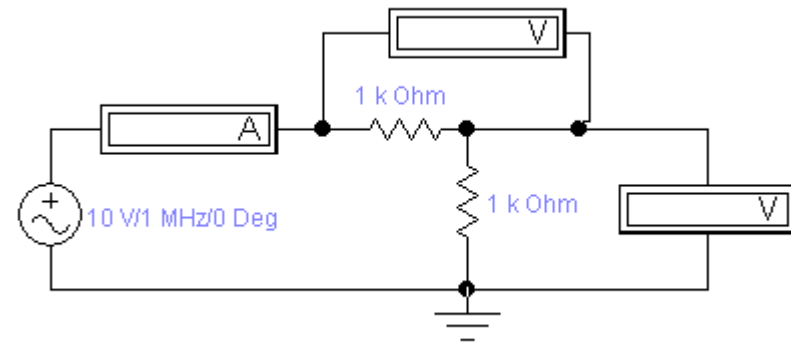

Рис. 1.7
В программе WorkBench постройте цепь, показанную на рис. 1.7, задайте те же параметры, что и для модели в MicroCAP. В измерительных приборах установите режим измерения переменного сигнала (AC). Определите действующие значения напряжений в узлах и тока цепи, запишите результаты в табл. 1.4, проанализируйте, чем они отличаются от предыдущих, сделайте выводы.
Проведите моделирование цепи вида рис. 1.7 в программе WorkBench, как показано на рис. 1.11. Для функционального генератора установите импульсный сигнал – меандр с той же частотой, что и в программе MicroCAP. Проведите моделирование, сравните результаты.